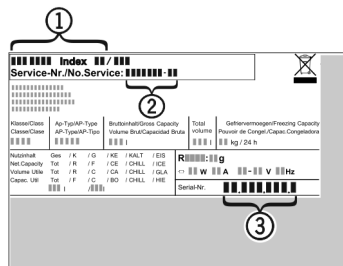

Fig. 35
- ▶ Apparaataanduiding Fig. 35 (1), servicenr. Fig. 35 (2) en serienr. Fig. 35 (3) van het typeplaatje aflezen. Het typeplaatje bevindt zich aan de linkerkant binnen in het apparaat.
- ▶ Contact opnemen met de Technische Dienst en het probleem, apparaataanduiding Fig. 35 (1), servicenr. Fig. 35 (2) en serienr. Fig. 35 (3) mededelen.